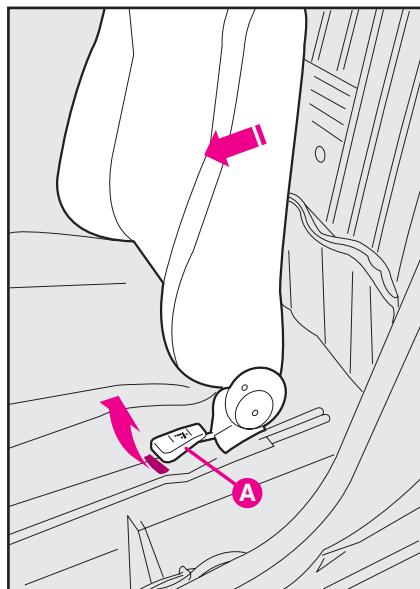
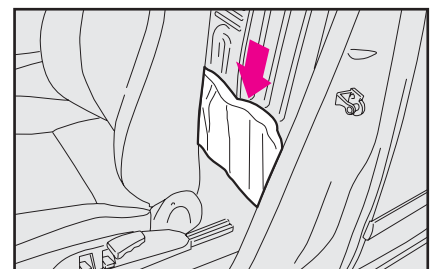
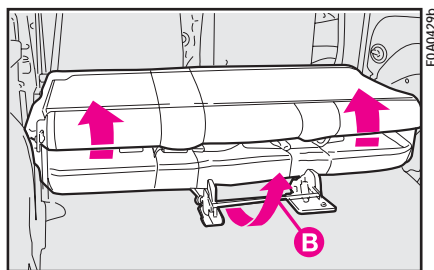
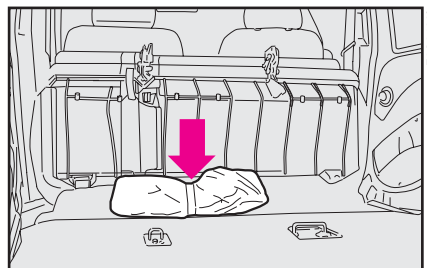

рис. 2
рис. 3
рис. 4
рис. 5
4) На грузовых модификациях Fiat Doblo поднимите рычаг **A** левого переднего сиденья (рис. 2), наклоните вперед спинку и достаньте сумку с инструментами (рис. 3). На пассажирских модификациях Fiat Doblo поднимите заднее сиденье с помощью рычага **B** (рис. 4) и достаньте сумку с инструментами (рис. 5). Положите сумку рядом с заменяемым колесом.